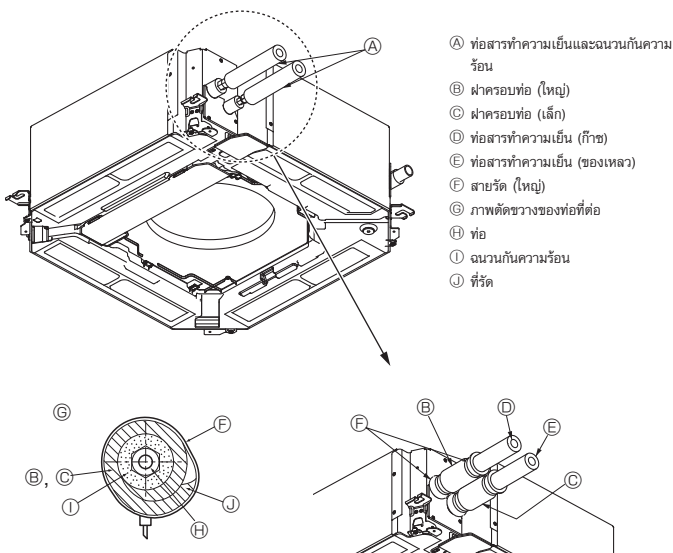

Fig. 3-3
3.4. เครื่องภายในอาคาร (Fig. 3-3)